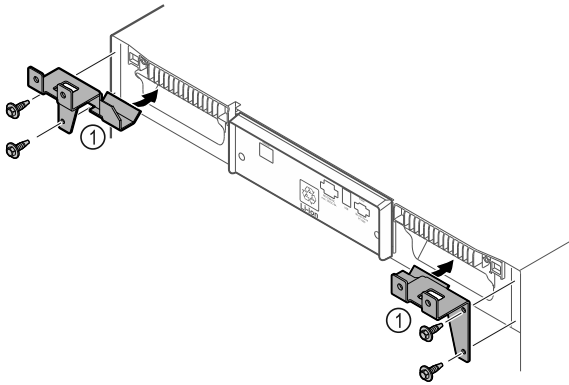

Fig. 10
► 用随附的自攻螺丝将固定部件 Fig. 10 (1) 安装在冰箱上。